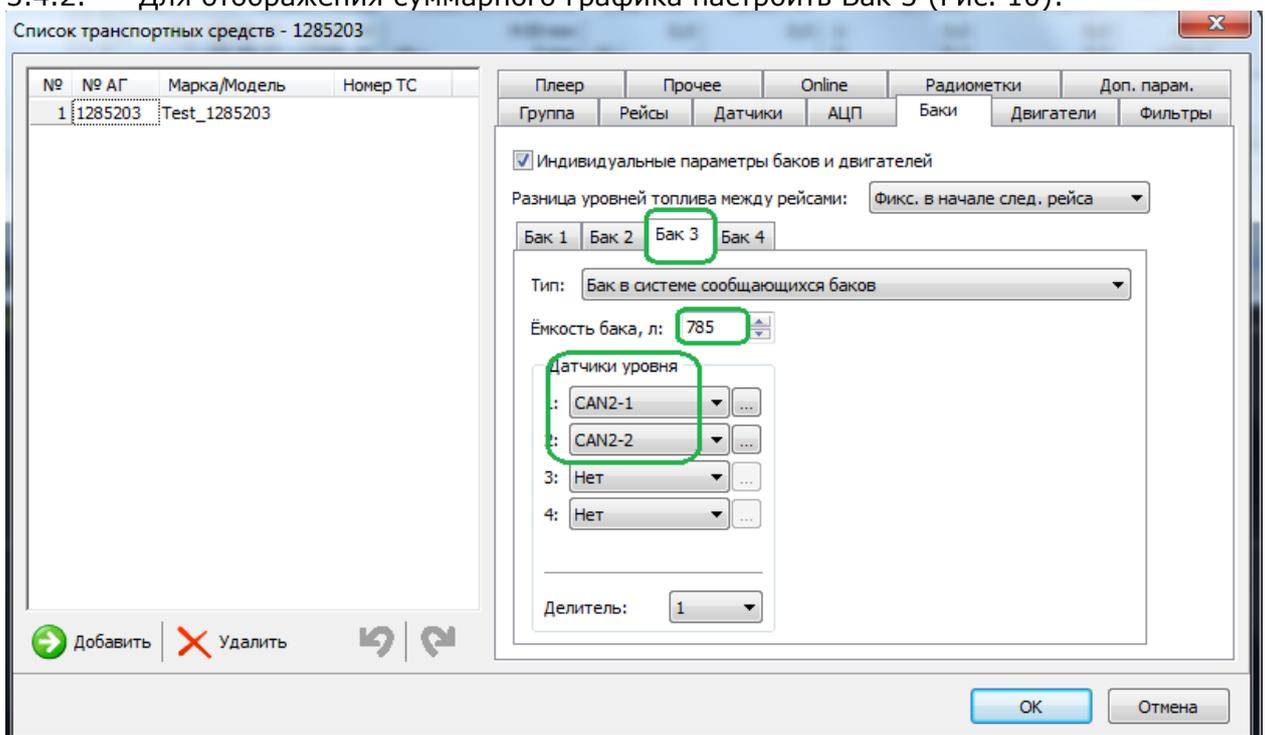

Рисунок 10
3.4.2. Для отображения суммарного графика настроить Бак 3 (Рис. 10):
3.4.4. Для отображения графиков, на вкладке «Параметры» включить показ графиков (Рис. 10):